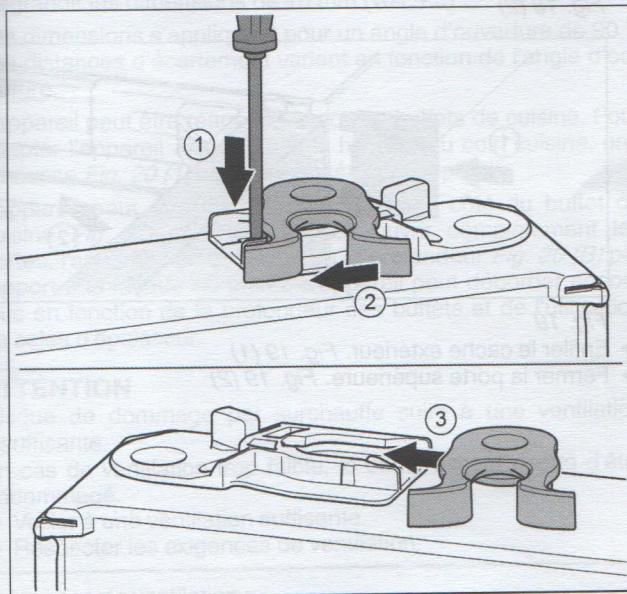

Fig. 14
- Pousser vers le bas le languette avec un tournevis plat. Fig. 14(1)
- Tirer le crochot de fermeture en dehors du guide. Fig. 14(2)
- Pousser le crochot de fermeture dans le sens de l'ouverture. Fig. 14(3)
- Pousser vers le bas la languette avec un tournevis plat. Fig. 14 (1)
- Tirer le crochet de fermeture en dehors du guide. Fig. 14 (2)
- Pousser le crochet de fermeture dans le guide de l'autre côté. Fig. 14 (3)